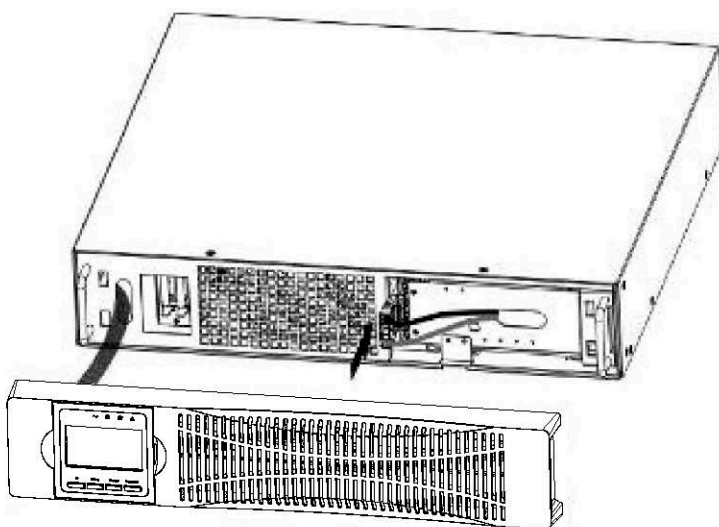

Рис. 6 Подключение внутренних батарей ИБП
b) Подсоедините внутренний разъем аккумулятора (см. рис. 6)